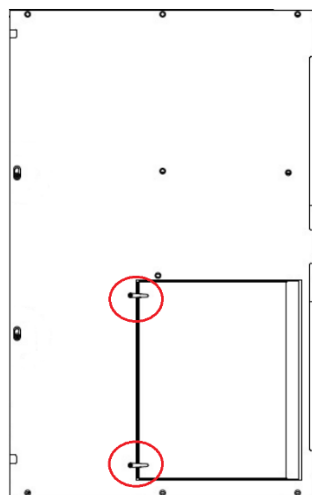

Figur 37: Skru fast to lange bolter på rammen på venstre side
5. Skru to av de lange boltene inn i rammen på venstre side, se Figur 37. Husk å la det være minst 10 mm mellom rammen og bolthodet for nøkkelhullet.